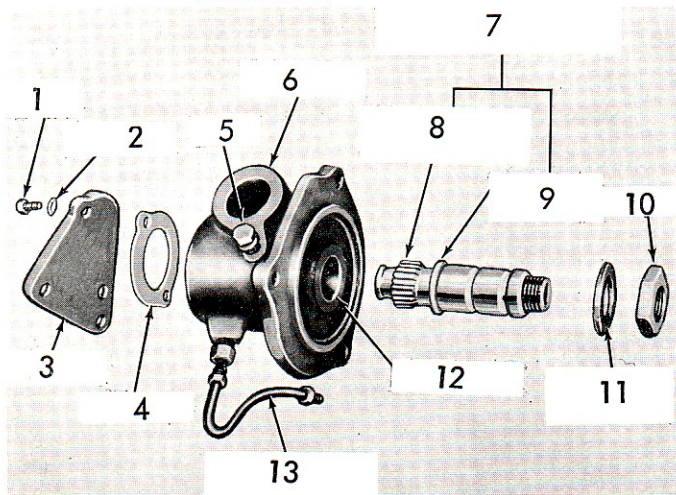

Fig. 77.
de commande est en prise avec l'engrenage de l'arbre d'allumeur. Ce mécanisme est lubrifié à partir du canal principal de graissage du moteur par l'intermédiaire d'un tuyau débouchant dans le bloc d'entraînement. L'allumeur est monté et fixé par une vis H sur la face supérieure du bloc d'entraînement. Cette vis H est également utilisée pour le réglage de la bride de calage de l'allumeur. Voir Fig. 77 pour l'identification des pièces du bloc d'entraînement de l'allumeur.
1. Extraire la clavette Woodruff située à l'avant de l'arbre et retirer la rondelle de butée (Fig. 77).
3. Vérifier l'usure de l'arbre (Fig. 77). Vérifier l'état de la rainure de clavette. Vérifier l'usure des dents de pignon et s'assurer qu'aucune de celles-ci n'est cassée. Vérifier l'état de la rondelle de butée et du jonc situés entre le pignon et l'arbre. Si l'un de ces défauts a été détecté, l'arbre complet devra être remplacé.
Pour le remontage, se référer Fig. 77.